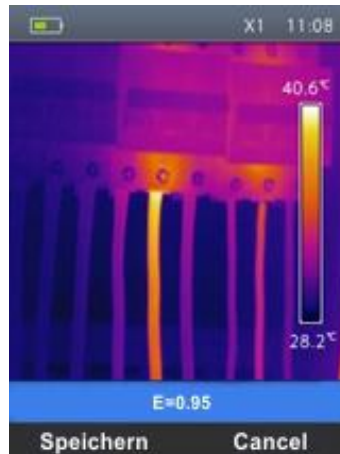

Abb. 29: Speicherung des Bildes im Display
3. Drücken Sie die **T** (Trigger) Taste zum Einfrieren des Bildes im Display (siehe Abb. 29).